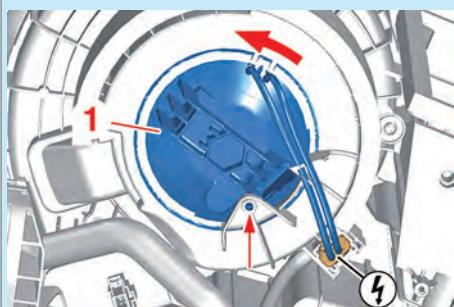

Fig.1
- Déverrouiller le motoventilateur d'habitacle (1) (Fig.1).